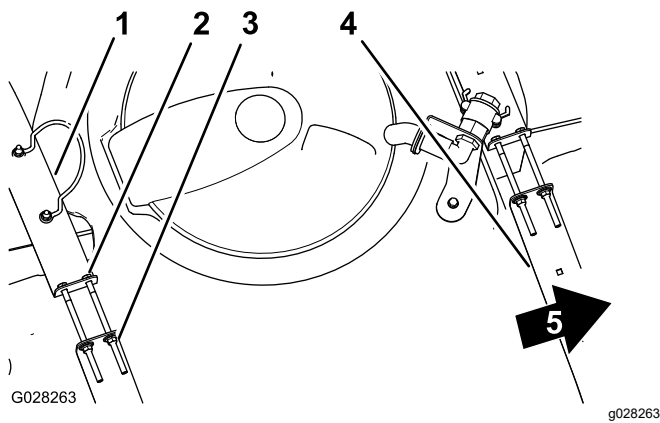

Bild 69
2. Prüfen Sie, ob Sie zwischen den Behälterriemen und dem Behälter eine Bewegung feststellen können (Bild 69).
- Wenn die Behälterriemen lose am Behälter angebracht sind, ziehen Sie die Sicherungsbundmutter und Schrauben oben an den Riemen an, bis sie mit der Behälterfläche bündig sind (Bild 69).